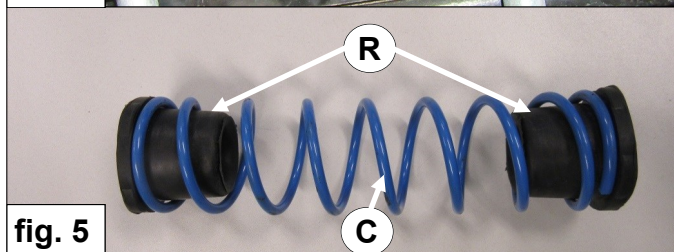

fig. 5
6. Assembler le ressort **C** et les tampons **R** comme sur la photo. Voir fig. 5.
6. Montera fjäder **C** och genomslaggummits **R** som före. Se fig. 5.